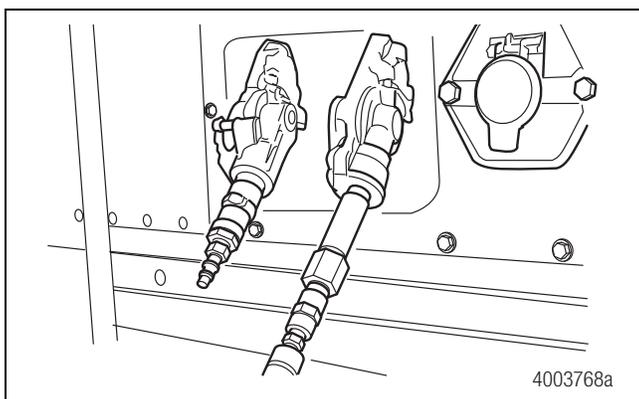

Figura 2.1
3. Conecte una línea de aire a la conexión neumática de emergencia entre el tractocamión y el semirremolque para que las balatas se retraigan de los tambores. Las balatas deberán estar completamente separadas de los tambores antes de la inspección. Si las balatas hacen fricción contra los tambores, los resultados de la inspección pueden resultar incorrectos. Figura 2.1.